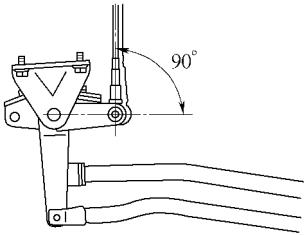

图 10-48 转动球头节使 1 号横轴的换挡同 1 号换挡连接杆成 90°角
2) 在标准间隙的条件下，转动球头节使 1 号横轴的换挡杆同 1 号换挡连接杆之间成为直角，如图 10-48 所示。